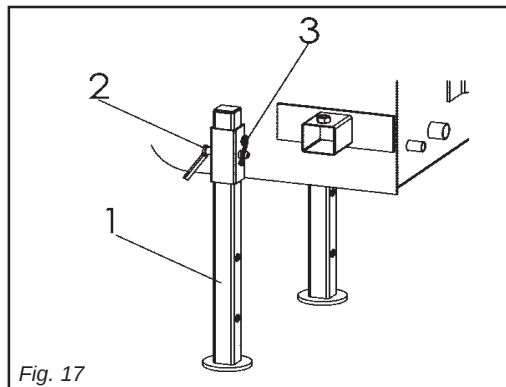

Fig. 17
- 7) per ogni piede di appoggio (1 Fig. 17), uno alla volta, togliere la spina di sicurezza (3 Fig. 17) e il perno (2 Fig. 17), farlo salire, rimettere il perno (2 Fig. 17) bloccandolo con la spina di sicurezza (3 Fig. 17).
- 7) *working on each bearing stand (1 Fig. 17), one at a time, remove the safety pin (3 Fig. 17) and the plug (2 Fig. 17), allow it to rise, fit the plug back in plate (2 Fig. 17) and lock it with the safety pin (3 Fig. 17).*
- 7) pentru fiecare picior de sprijin în parte (1 Fig. 17), îndepărtați știfturile de siguranță (3 Fig. 17) și bolțul (2 Fig. 17), ridicați-l, reintroduceți bolțul (2 Fig. 17) și blocați-l cu știftul de siguranță (3 Fig. 17).